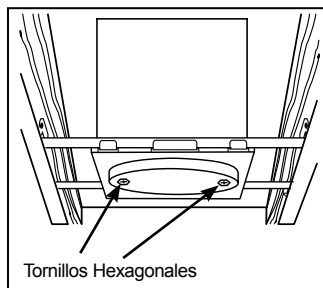
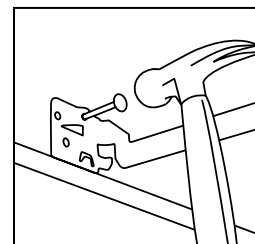

Figura 2
Figura 3
Paso 1. Extienda las barras colgantes para que quepan entre las vigas. El pie de la barra colgante está formado para alinearse fácilmente con la parte inferior de la viga (Figura 2). Coloque el accesorio martillando Real-Nails® en las vigas (Figura 3).
Paso 4. Cuando se instala en tablayeso, corte un agujero de tamaño apropiado usando la plantilla del agujero ovalado que se proporciona. Después de instalar en tablayeso, si es necesario, ajuste el accesorio para el grosor del techo aflojando los tornillos hexagonales que sujetan la falda redonda al marco de yeso (Figura 2).